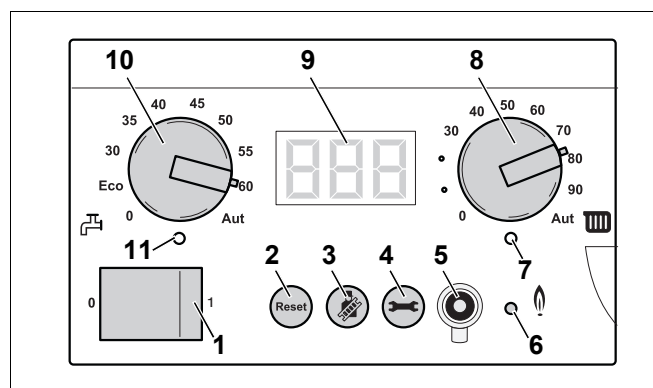

Bild 87 Grundkontroll BC10
- Tryck på knappen för skorstenssotning (bild 87, pos. 3) och håll den nedtryckt (ca två sekunder) tills punkten nere till höger på displayen (bild 87, pos. 9) visas. Se även tab. 9, "Avgastest", sidan 43 angående detta.
- När lysdioden för brännaren (bild 87, pos. 6) har tänds väntar du en minut tills värmepannan körs med full belastning.
- Tryck på knappen för skorstenssotning (bild 87, pos. 3) för att avsluta mätningen. Se även tab. 9, "Avgastest", sidan 43.